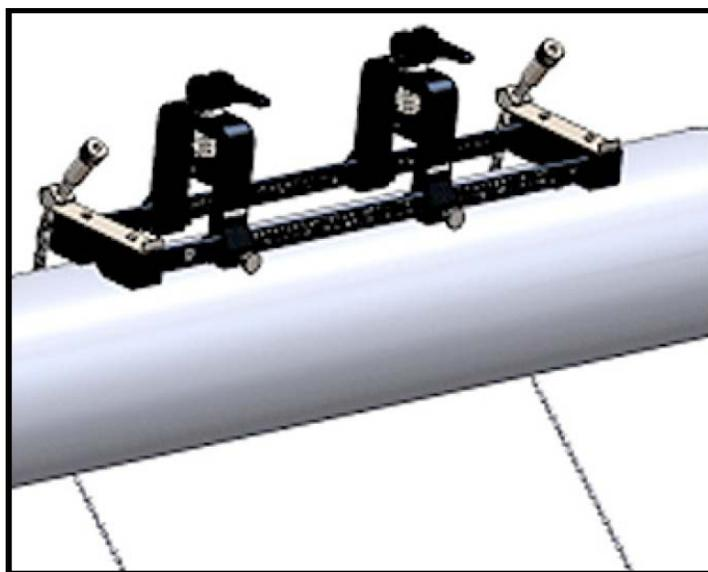

图 11: 夹紧装置放于管子顶端
4. 将夹紧装置安放在管子的顶端，以便安装过程中只需极小的力气即可保持其位置（请参见下面的 图 11）。